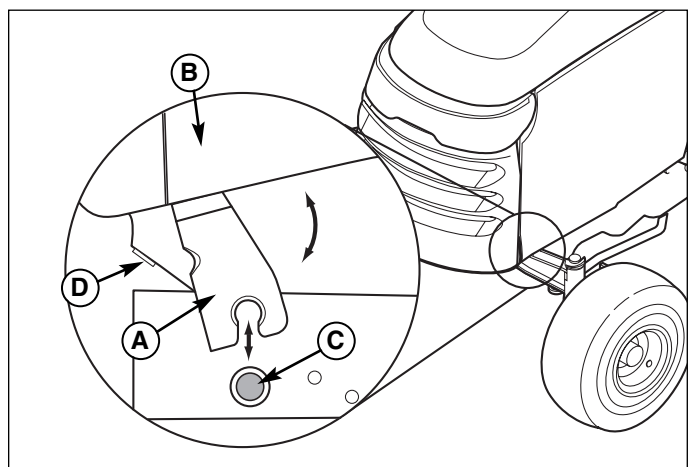

Abbildung 13. Motorhaube abnehmen und einbauen
3. Die Haube (B, Abbildung 13) etwas hin und her wippen und von den Gelenkzapfen (C) abheben. Die Haube auf einer sauberen, ebenen Fläche absetzen.
1. Gelenkzapfen (A, Abbildung 13) auf das Scharnier (C) aufsetzen.
2. Haube nach vorne rollen, bis sie an den Anschlägen (D) anstößt.
3. Scheinwerfer und Glühlampen (A) in die Fassung (B) drücken und im Uhrzeigersinn verdrehen. An der anderen Seite wiederholen.